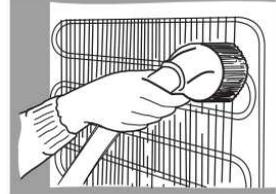

Abb. 8
- Zur Reinigung eine weiche trockene Bürste, elektrostatische Tücher oder den Staubsauger benutzen (**Abb. 8**).